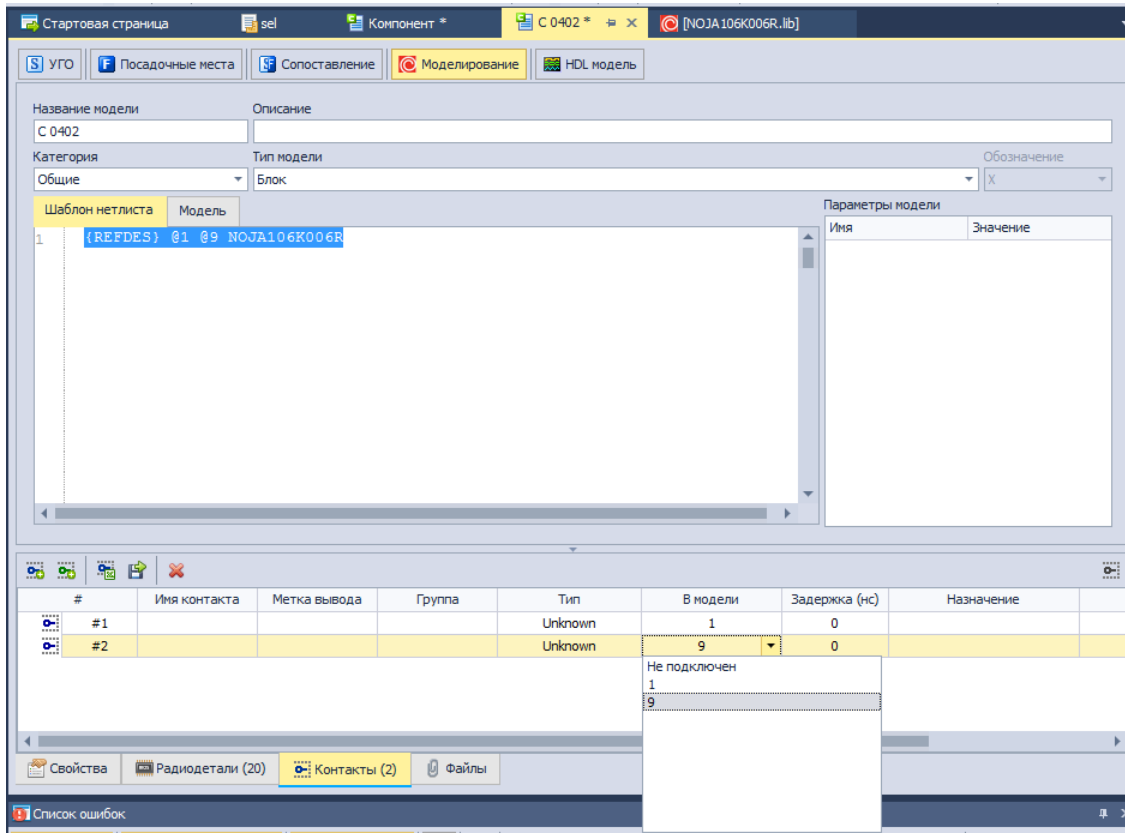

Рис. 303 Сопоставление контактов УГО с выводами Spice-модели
6. Перейдите на вкладку «Контакты» и сопоставьте контакты УГО с выводами SPICE-модели, Рис. 303.